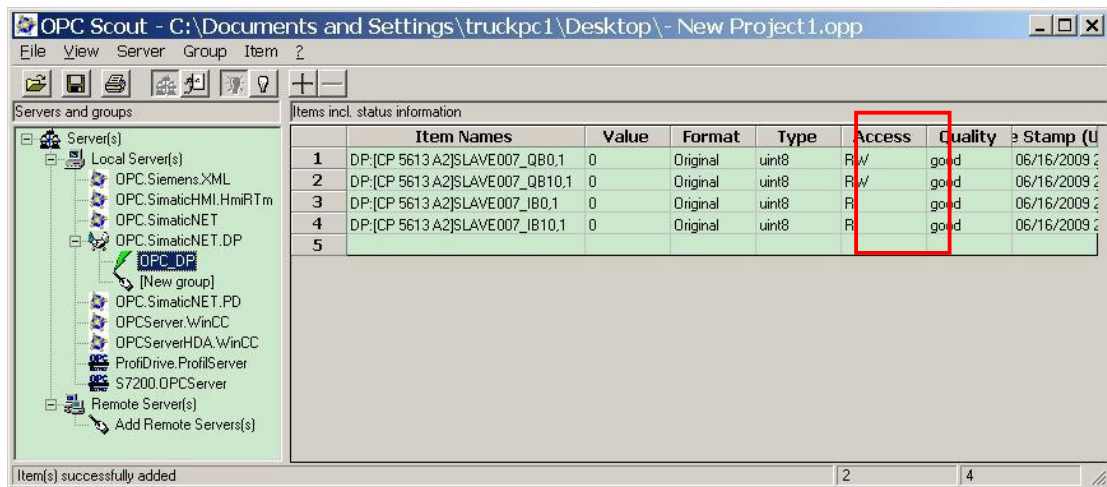
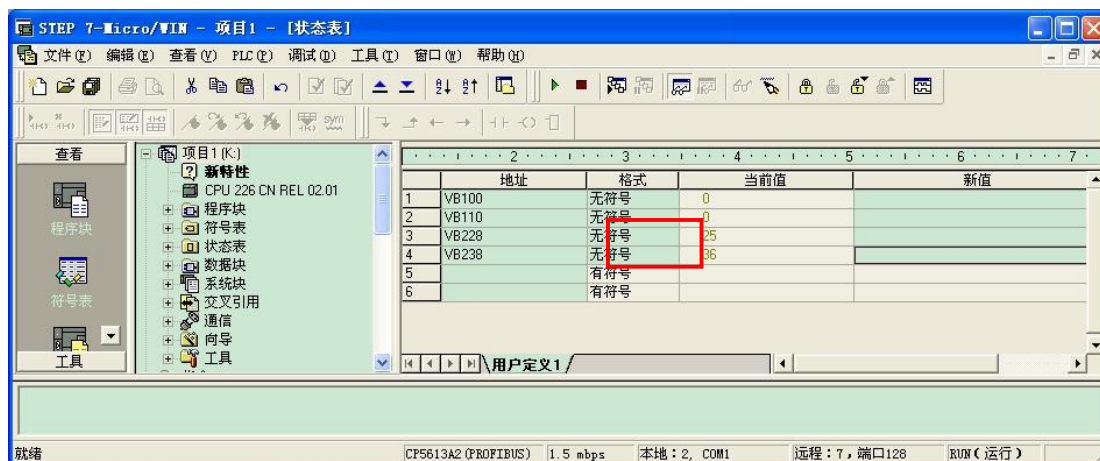

图 32 通讯正常
图 33 STEP7-Micro/Win 状态表在线修改
5. 点击“OK”，则所定义的条目（Item）即嵌入到 OPC Scout 中，如果“Quality”一栏中显示“good”，则证明通讯正常，如图 32 所示。
6. 在 STEP7-Micro/Win 的变量表中对 V 区变量进行赋值，对于 OPC Scout 中 I 区对应地址变量，如图 32 中的 IB0 和 IB10，通过 HW Config 中 EM277 的配置关系可知，对应于 S7-200 侧的 VB228 和 VB238，在 STEP7-Micro/Win 的状态表中对该地址区赋予新的变量值。如图 33。